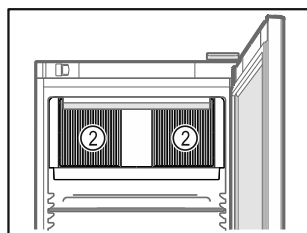

Fig. 64
- ❑ Lüftungsschlitze Fig. 64 (2) des Umluftgebläses im Innenraum freihalten.